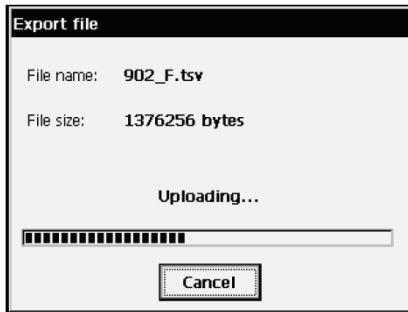

Figura 2-72. Pantalla Export File
- **Finish:** abre la pantalla *Export File*, que refleja el estado de la exportación del archivo seleccionado (Figura 2-72).